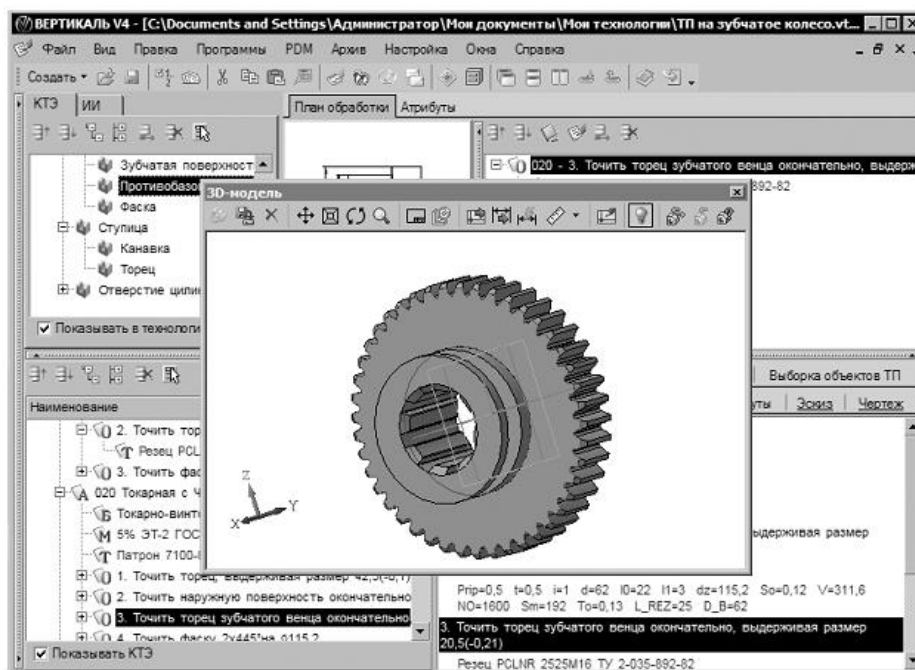

Рисунок 9
24. Перейдите на вкладку 3D-модель. Подведите курсор к названию вкладки и, нажав левую кнопку мыши, перетащите вкладку на свободное место. Перемещаясь по дереву ТП, убедитесь, что выбираемые переходы отображаются в дереве КТЭ, а соответствующие поверхности подсвечиваются красным цветом (рис. 9).